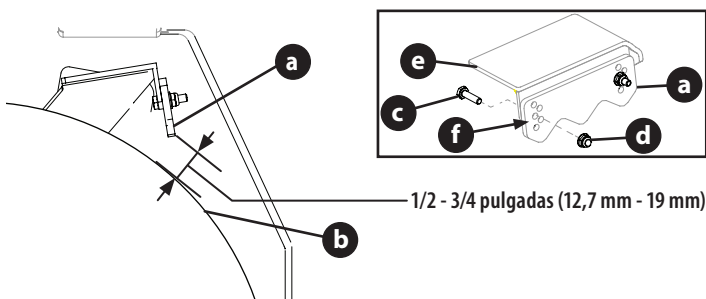

Fig. 24
2. Con el freno de mano desacoplado, mida la distancia entre la cuña del freno (a) y el neumático trasero (b) a ambos lados de la cortadora de césped (Fig. 24 a la página 57). Esta medida debe ser entre 1/2 y 3/4 (12.7 mm - 19 mm).
4. Si fuese necesario, realice lo siguiente para ajustar las cuñas del freno (Fig. 24 a la página 57):